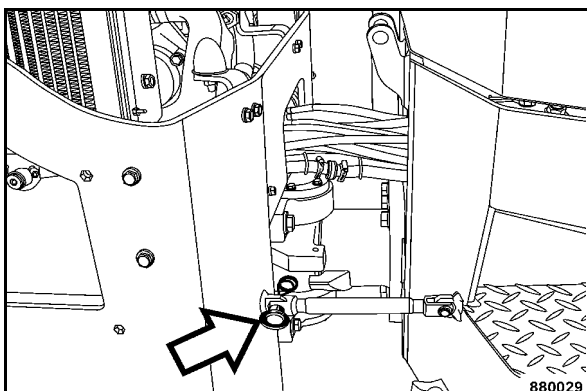

Fig. 110
- Lorsque la machine se trouve sur le moyen de transport, retirer la barre de sécurité (Fig. 110) de son support et la fixer à l'anneau au moyen